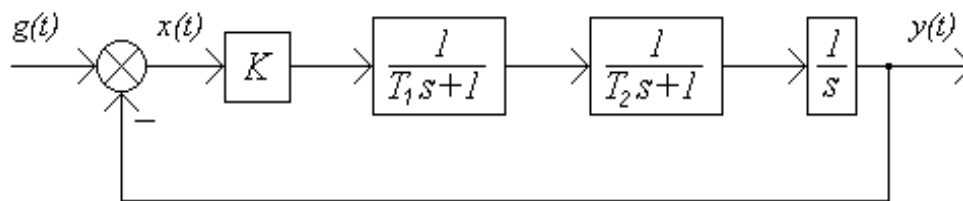

Рис.8.2. Структурная схема линейной системы третьего порядка
В лабораторной работе исследуется линейная система третьего порядка, структурная схема которой представлена на рис.8.2. Подобная структурная схема является типичной для широкого класса электромеханических объектов управления. Система имеет три параметра — постоянные времени T_1 , T_2 и коэффициент передачи K . Для простоты, при исследовании системы постоянную времени T_1 будем считать фиксированной, а область устойчивости будем определять на плоскости двух параметров K и T_2 .
4. Определите аналитически границу устойчивости в пространстве параметров T_1 и T_2 для системы, изображенной на рис.8.2.